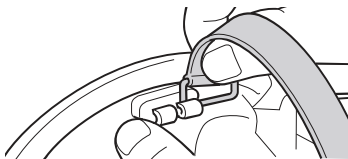

図 75 リングを外す
2. 頭頂部 2 カ所については、リンクごと外します。(図 75 参照)